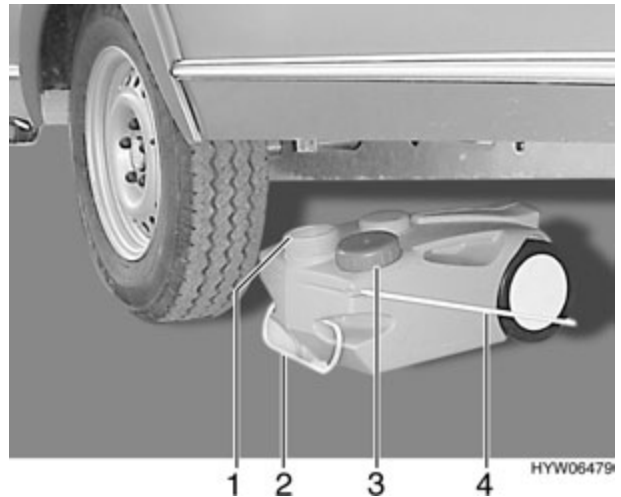

Fig. 132 Depósito de aguas residuales, con ruedas
- Cerrar la abertura del depósito de aguas residuales (Fig. 132,1) con la tapa (Fig. 132,3).
- Extraer el depósito de aguas residuales por el tirador (Fig. 132,2).
- Abatir hacia arriba el tirador (Fig. 132,4) y colocar el depósito de aguas residuales.